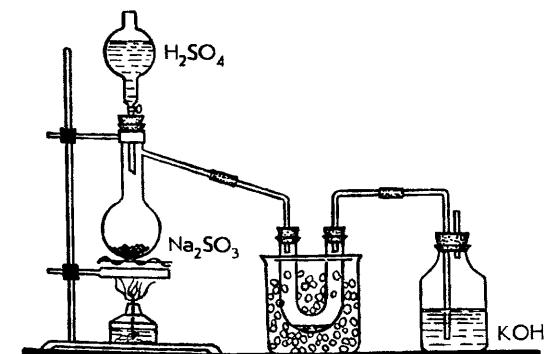

Рис. 17. Получение оксида серы (IV)
Соберите прибор для получения оксида серы (IV) (рис. 17). В колбу на 500 мл поместите две-три ложки сульфита натрия. К капельной воронке осторожно наполните серной кислотой. К капельной трубке от прибора присоедините U-образную стеклянную трубку.